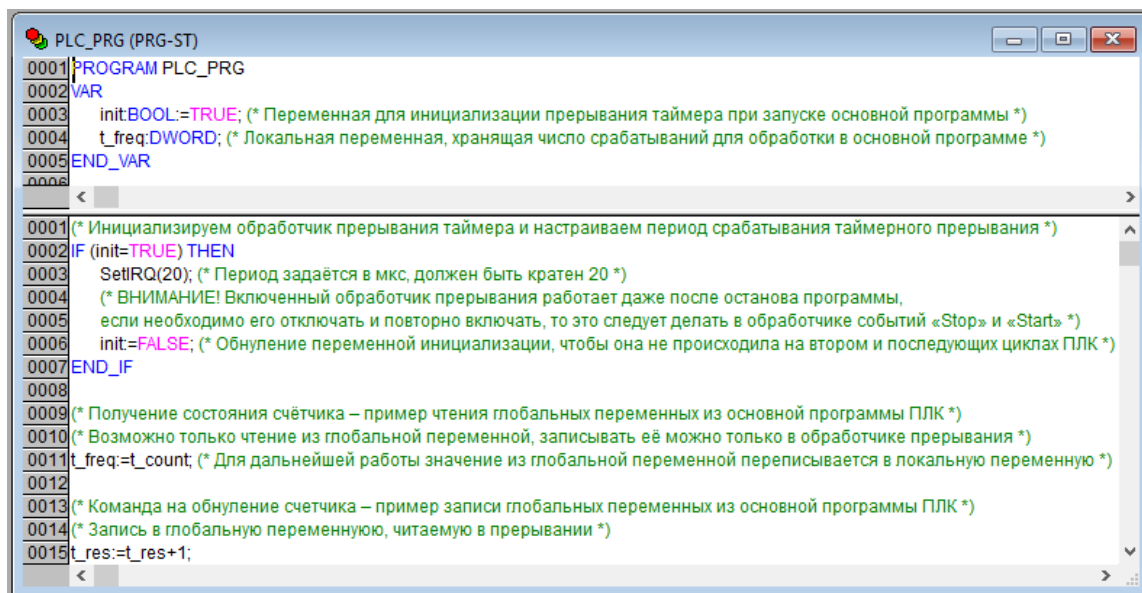

Рисунок 14.7 – Программа ПЛК, которая обращается к функции инициализации прерывания таймера «SetIRQ»
9. Написать основную программу ПЛК, выбрав в списке объектов основную программу «PLC_PRG». В окне программы (см. рисунок 14.7) записать вызов функции инициализации прерывания таймера SetIRQ (из библиотеки Timer.lib). Аргументом функции является значение периода вызова прерывания в микросекундах (период должен быть кратен 20). Вызов функции требуется делать однократно при старте программы (пример кода представлен в проекте hi_timer.pro).